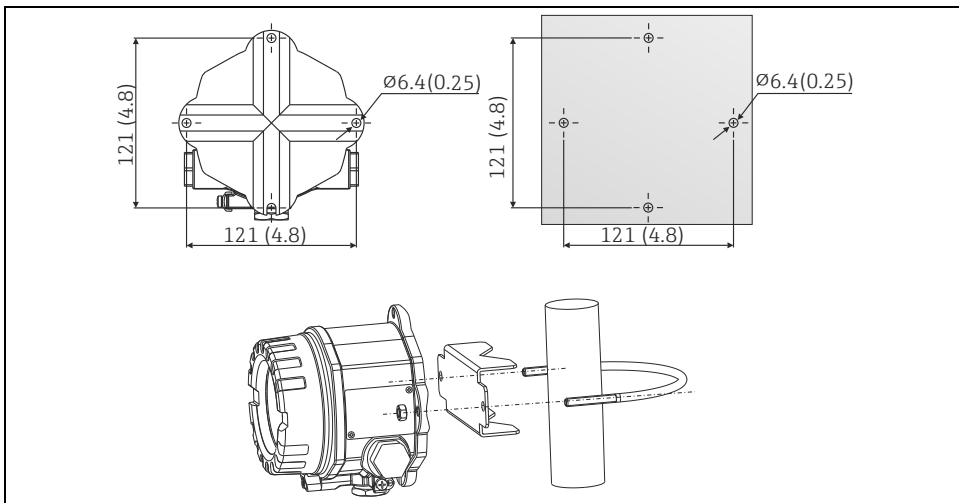

图 1： 直接壁式安装或柱式安装 (单位：mm (in))
- 钻 2 个孔。钻孔模板和钻孔间距请参考图 1。
- 参考以下步骤将设备安装在管道上 ( 参考图 1)：